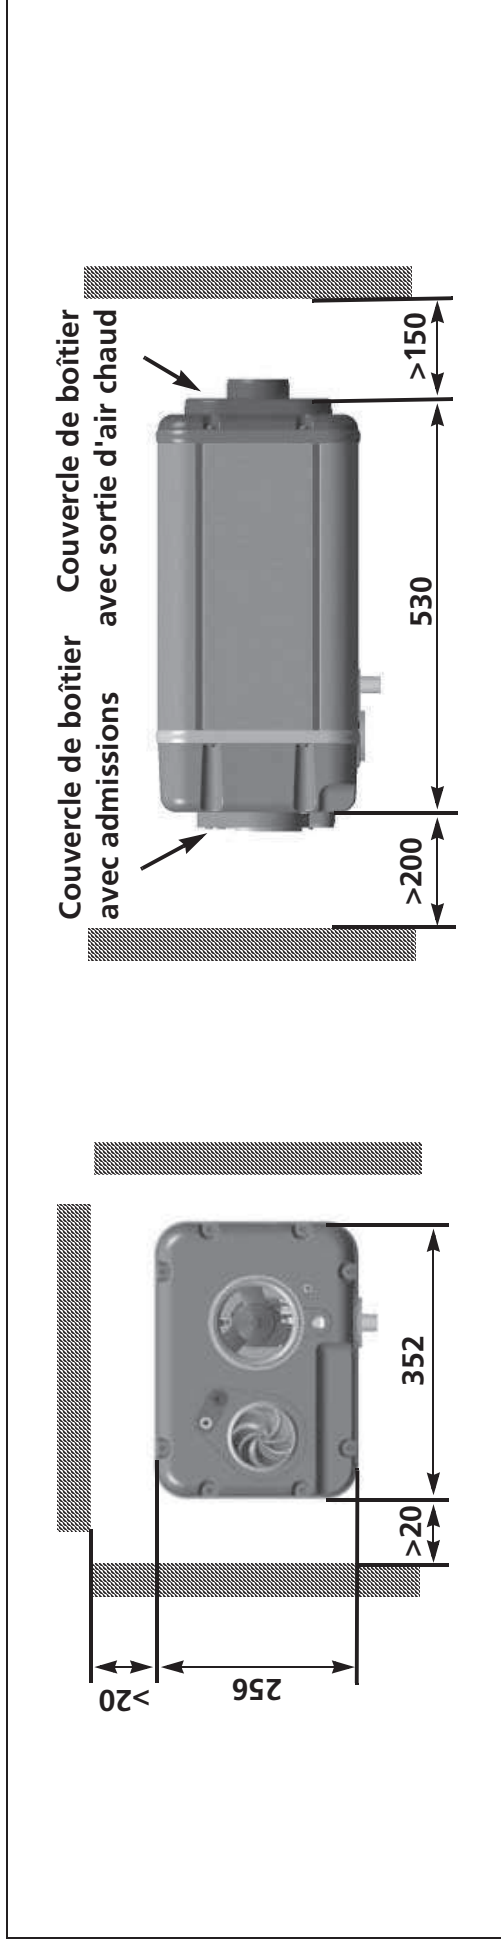

Fig. 3: Dimensions [mm] de l'appareil de chauffage
- Veiller à avoir suffisamment de place de tous les côtés de l'appareil de chauffage. Voir Fig. 3 ;
- Tenir compte des dimensions minimales nécessitées par l'appareil de chauffage indiquées au chapitre 6.3, "Emplacement de montage" (Fig. 3).